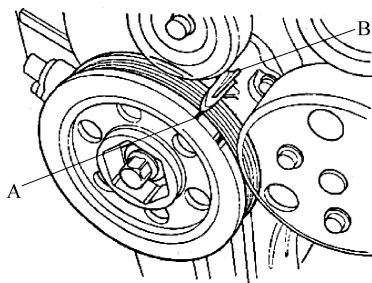

图 2-83 TDC 对齐指针标记
- 4) 转动曲轴带轮, 使其上止点 (TDC) 标记 (A) 与指针 (B) 对齐, 如图 2-83 所示。